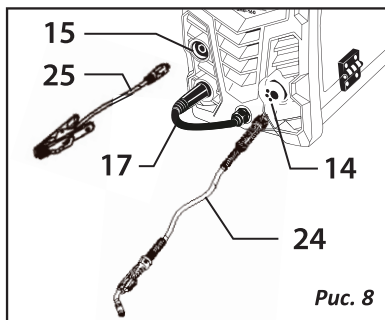

Рис. 8
1. Подключение сварочных кабелей (Рис.8)